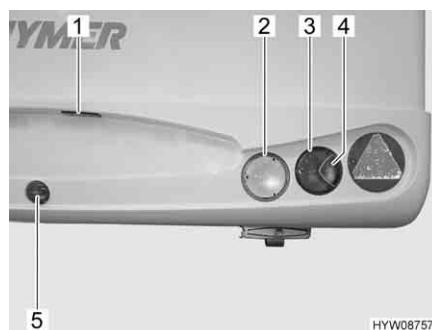

Fig. 133 Luci posteriori
- Svitare le viti nell'involucro appropriato (Fig. 133,1 fino a 4).